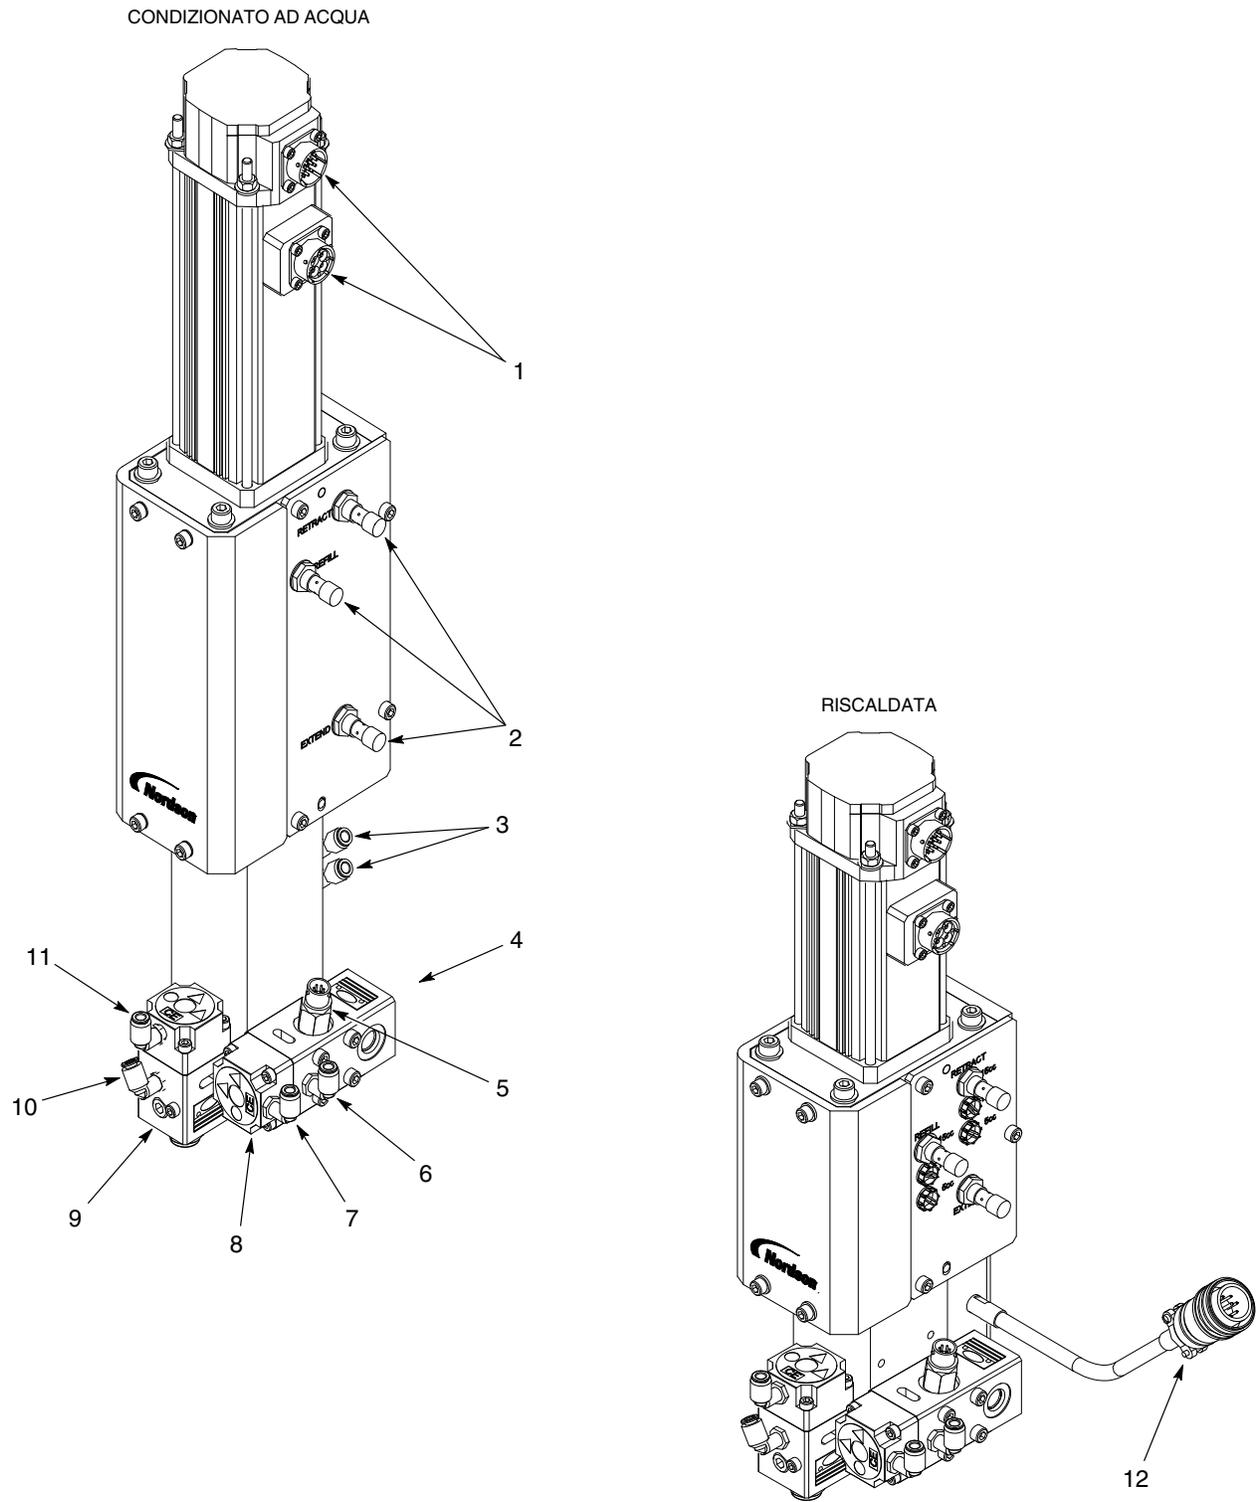

Figura 7 Collegamenti tipici
1. Vedi figura 7. Collegare i cavi dal controller ai connettori (1).
2. Collegare i cavi dal controller ai sensori di prossimità (2).
3. Collegare il cavo del trasduttore di pressione al trasduttore di pressione (5).
4. **SOLO PER LE VERSIONI RISCALDATE:** Collegare il cavo con connettore (12) al controller.
1. Vedi figura 7. Collegare aria pulita dello stabilimento a min. 60 psi (4.14 bar) ad un ingresso del regolatore con filtro.
2. Collegare il tubo del materiale dallo scaricatore Rhino al raccordo d'ingresso del materiale (4).
3. Collegare i tubi dell'aria dalla valvola di controllo pneumatico al raccordo pistola aperta (10) e al raccordo pistola chiusa (11) sulla valvola di uscita (9).
4. Collegare i tubi dell'aria dalla valvola di controllo pneumatico al raccordo pistola aperta (6) e al raccordo pistola chiusa (7) sulla valvola d'ingresso (8).
- b. Collegare i tubi dell'acqua dall'unità di condizionamento temperatura ai raccordi (3).